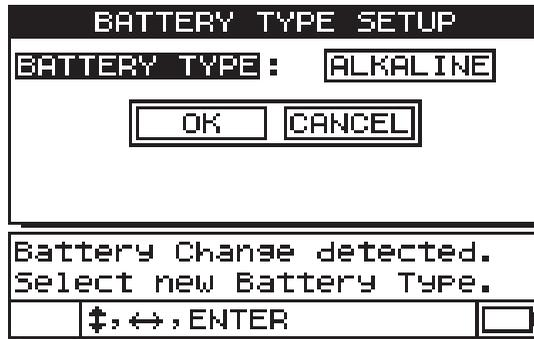

Abbildung 2-3 Auswahl des Batterietyps
11. Um die angezeigte Frage bezüglich des Batterietyps auf dem unteren Bildschirmrand zu beantworten, drücken Sie die Rechts- oder Linkspfeiltaste und dann die Taste [ENTER] (siehe Abbildung 2-3 auf Seite 34):
- Wählen Sie **ALKALINE** für den Einsatz von Alkalinebatterien (AA) aus.